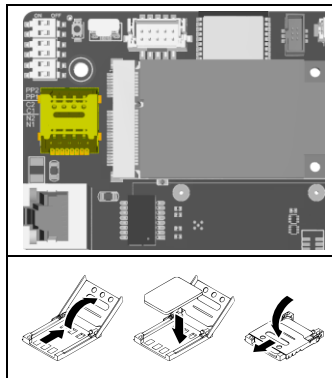

Abb. 5-3 Einsetzen der SIM-Karte
4. Setzen Sie die Micro-SIM-Karte mit dem Chip nach unten zeigend ein (siehe **Abb. 5-3**).